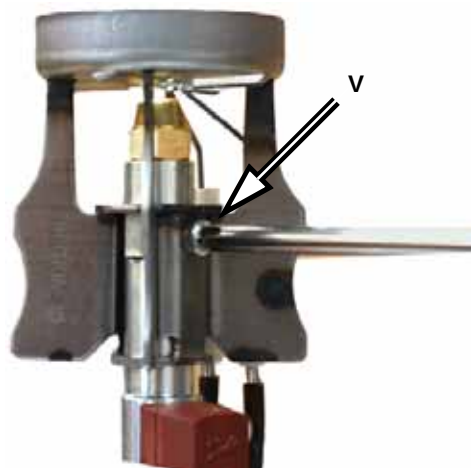

Fig. 15
- Svitare la vite V che fissa la testa di combustione e rimuovere la testa dal portaugello (Fig. 15 - Fig. 16).
- Rimontare la testa di combustione rispettando la quota A rilevata in precedenza, ricordando di fissare la vite V (Fig. 15).